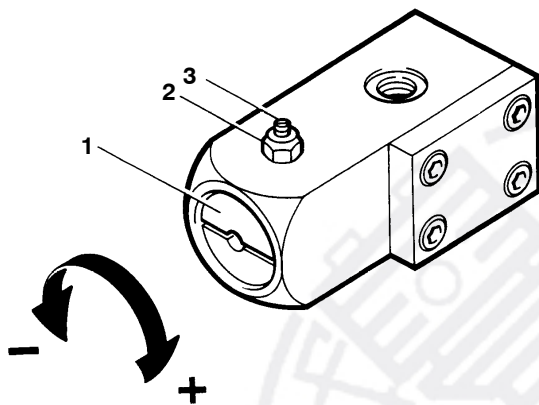

Abb. 31 Druckhalteventil
Das Druckhalteventil ist vom Werk auf den erforderlichen Druck eingestellt und erfordert im Normalfall keine Wartung bzw. Einstellung. Bei Verstellung kann der Öffnungsdruck mit der Schraube (1, Abb. 31) nachjustiert werden. Dazu zunächst Kontermutter (2) lösen und Stellschraube (3) etwas herausdrehen.